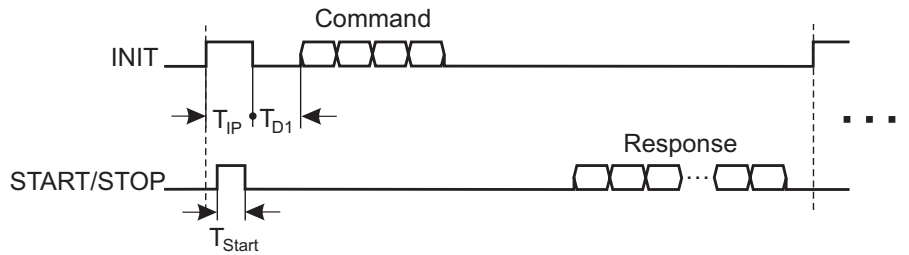

Bild 7-1: Prinzip der Datenübertragung beim IP-Datenprotokoll
Wird die Länge des INIT-Impulses  $T_{IP}$  auf ca.  $15 \mu s$  vergrößert, schaltet der Wegaufnehmer vom DPI-Messbetrieb auf den Betrieb mit dem IP-Datenprotokoll um (➔ Bild 7-1).
- $T_{IP}$  ca.  $15 \mu s$  Betrieb mit IP-Datenprotokoll (➔ Bild 7-1)